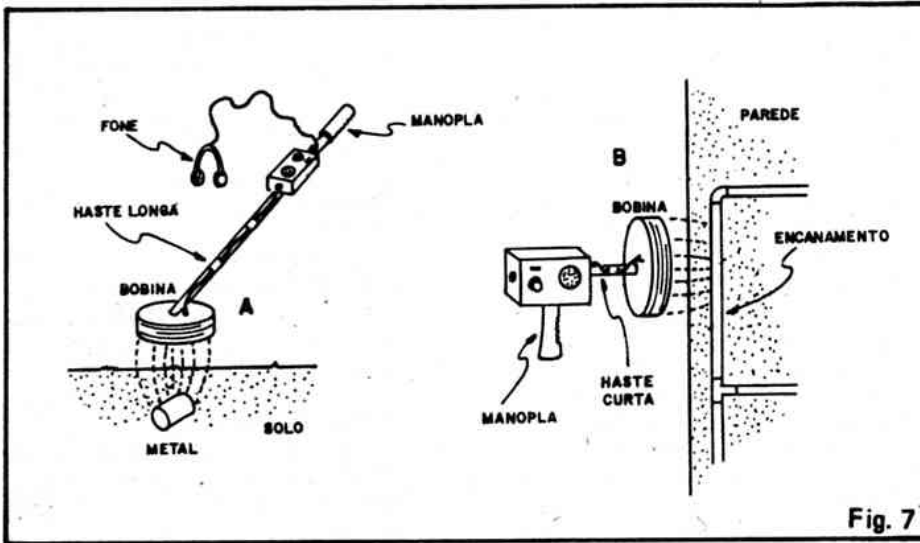

Fig. 7
- 1 – Haste para fixação da bobina/forma. Tubo de PVC ou até mesmo um cabo de vassoura, servirão. O comprimento dependerá da aplicação (ver fig. 7)
A fig. 7 mostra, respectivamente nos itens A e B, as possibilidades de arranjo final do conjunto, dependendo da utilização pretendida pelo montador: haste longa (para prospecção de solo) ou haste curta (para pesquisa e detecção em paredes). Notar o posicionamento da manopla plástica, nos dois casos: em 7-A fica na extremidade da haste oposta à bobina e em 7-B é fixada diretamente à uma das laterais maiores da caixa.